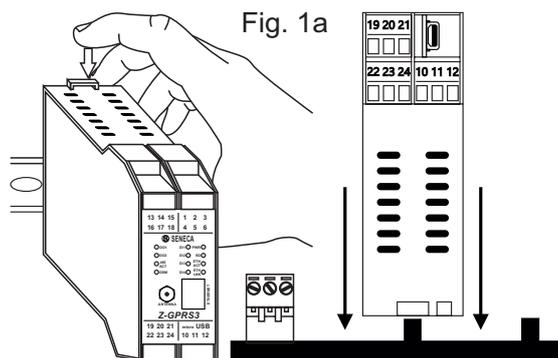

Fig. 1a
- 2) Inserire il connettore posteriore IDC10 del modulo su uno slot libero del accessorio per guida OMEGA come illustrato in fig 1a. (l'inserimento è univoco perchè i connettori sono polarizzati).
- 3) Per fissare il modulo alla guida OMEGA stringere i due ganci posti ai lati del connettore posteriore IDC10 come illustrato in fig 1a.